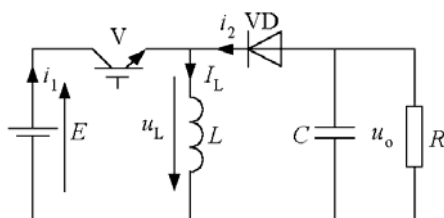

图 10 升降压斩波电路
2. (10 分) 如图 10 所示升降压斩波电路, 推导稳态时输入输出电压关系; 已知  $E=100\text{V}$ ,  $L$  值和  $C$  值极大,  $R=20\Omega$ , 采用 PWM 控制方式, 开关周期  $T=40\mu\text{s}$ , 导通时间  $t_{\text{on}}=25\mu\text{s}$  时, 计算输出电压平均值  $U_o$  和输出电流平均值  $I_o$ 。